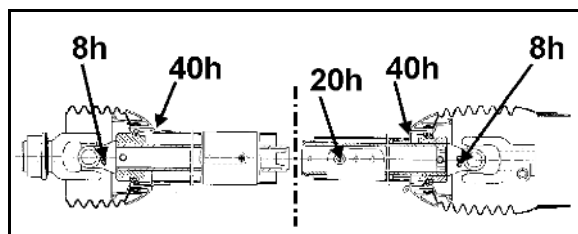

Рис. 71
- 6 болтов взвешивающего элемента (Рис. 71/1)